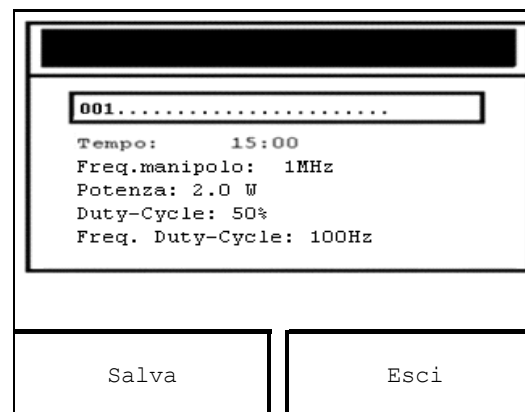

Fig. 20
3. per confermare la memoria utente quale area per il salvataggio del programma personalizzato, premere la manopola encoder. Comparirà la seguente schermata (vedi fig.20):
Premere la manopola encoder; comparirà la schermata di fig. 20.